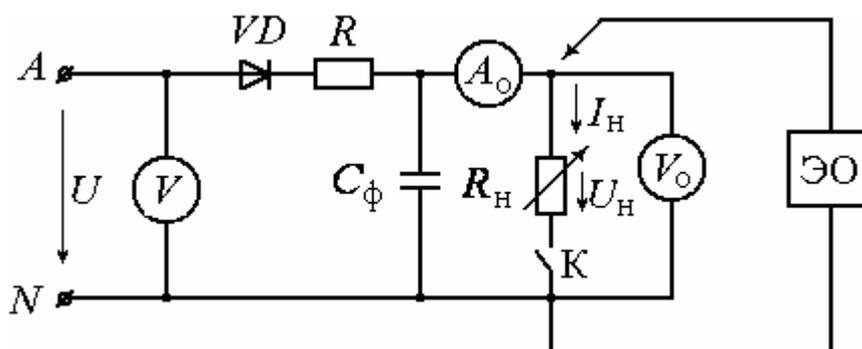
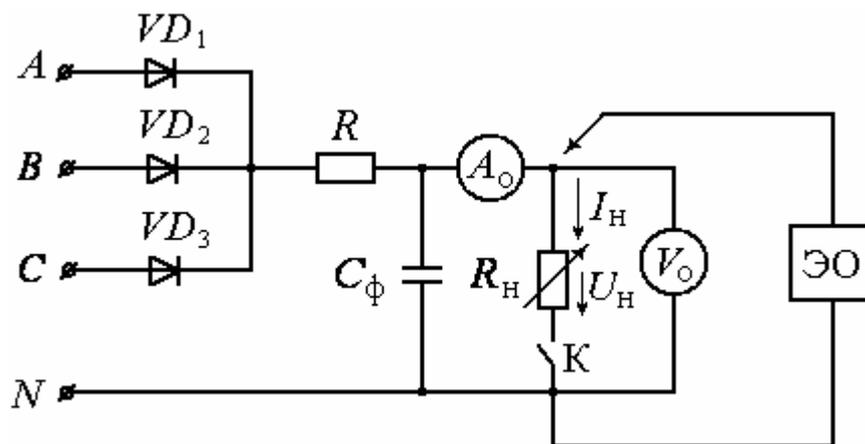

Рис. 7.9
Рис. 7.10
На рис. 7.9 и рис. 7.10 показаны схемы исследуемых однофазного и трёхфазного однополупериодных выпрямителей.
1. Собрать электрическую цепь по схеме, изображенной на рис. 7.9. Цепь подключается к трёхфазному источнику на фазное напряжение, сопротивление резистора  $R = 47$  Ом, вольтметр  $V$  установить для измерения действующего значения переменного напряжения, вольтметр  $V_0$  и амперметр  $A_0$  установить для измерения постоянных напряжения и тока в нагрузке.
4. Исследовать работу однофазного выпрямителя (рис. 7.9) с емкостным сглаживающим фильтром: визуально проследить изменение осциллограмм напряжения  $u_H(t)$  при нагрузке с  $R_H = R_{\max}$  изменяя  $C_{\phi}$ , для чего последовательно установить  $C_{\phi} = 10; 100 \text{ мкФ}$ , зарисовать осциллограмму напряжения  $u_H(t)$  при  $C_{\phi} = 100 \text{ мкФ}$ . Изменяя сопротивление нагрузки от  $R_H = \infty$  (ключ  $K$  – разомкнут) до  $R_H = R_{\min}$  при замкнутом ключе  $K$ , и  $C_{\phi} = 100 \text{ мкФ}$  снять 8 – 10 показаний приборов, результаты измерений записать в табл. 7.1.
5. Собрать электрическую цепь трехфазного выпрямителя по схеме, изображенной на рис. 7.10. . Цепь подключается к трёхфазному источнику с симметричной системой фазных и линейных напряжений, сопротивление резистора  $R = 100 \text{ Ом}$ , вольтметр  $V$  установить для измерения действующего значения переменного напряжения, вольтметр  $V_0$  и амперметр  $A_0$  установить для измерения постоянных напряжения и тока в нагрузке.
2. Рассчитать коэффициенты пульсаций исследуемых выпрямителей (рис. 7.9 и 7.10) без фильтра. При расчете воспользоваться математическими выражениями разложения в ряд Фурье выходного напряжения  $u_{\text{н}}(t)$  по литературному источнику [1]:
– для схемы, изображенной на рис. 7.9
– для схемы, изображенной на рис. 7.10
7. Приведите выражения разложений в ряд Фурье пульсирующих напряжений на выходе выпрямителей, схемы которых представлены на рис. 7.9 и 7.10.